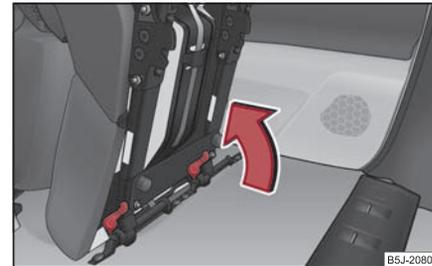

Abb. 71 Verriegelung des Sitzes
- Verriegeln Sie den Sitz am Ende der Führung ⇒ Abb. 71. ■
- Ist der Sitz ausgebaut, setzen Sie ihn zuerst auf die Führung und verriegeln Sie den Sitz ⇒ Seite 69, Abb. 71. Überzeugen Sie sich durch Hochziehen, ob der Sitz richtig verriegelt ist.